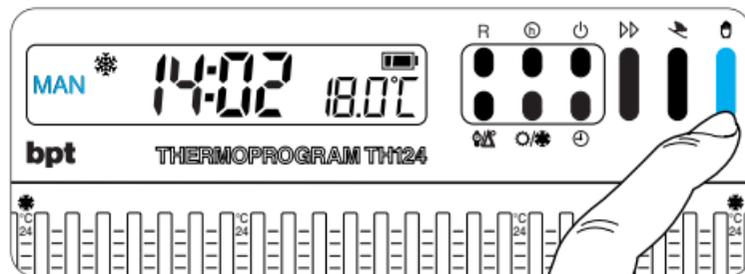

Fig. 24
8.1 - Per passare dal funzionamento AUTOMATICO a quello MANUALE premere il pulsante  (fig. 24)